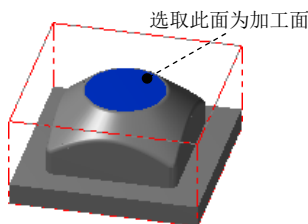

图 6.10 选取加工面
Step2. 选取加工面。在图形区中选取图 6.10 所示的曲面, 然后按 Enter 键, 系统弹出“刀具路径的曲面选取”对话框。单击“刀具路径的曲面选取”对话框中的 按钮, 系统弹出“曲面精加工平行铣削”对话框。